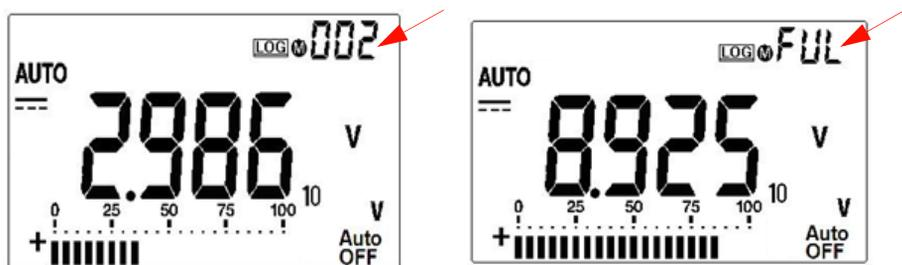

Figura 2-1 Exibição da gravação manual
- 2 Pressione  (Log) novamente para gravar o valor seguinte na memória; consulte a Figura 2-1.